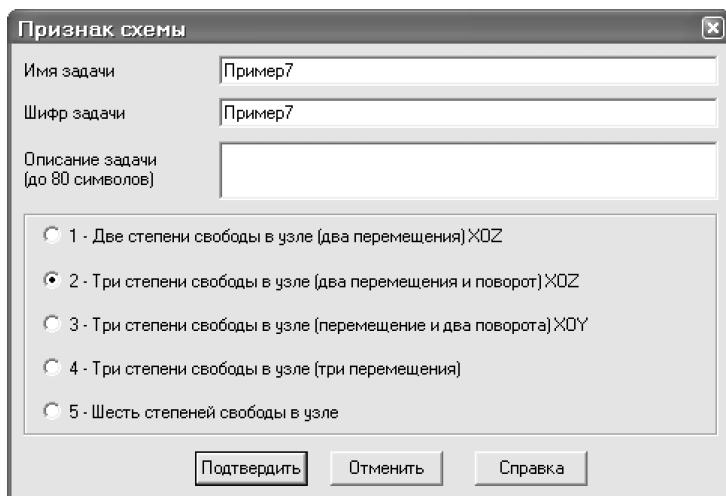

Рис.7.7. Диалоговое окно Признак схемы
- В появившемся диалоговом окне **Признак схемы** (рис.7.7) задайте следующие параметры: